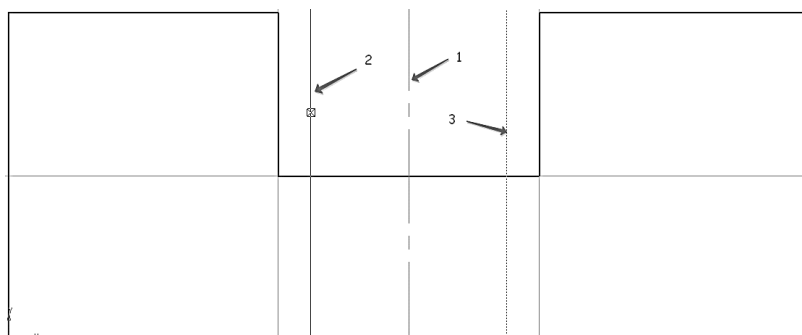

Рис. 102. Построение вспомогательных параллельных прямых
6.1 Нажмите кнопку **Параллельная прямая** . Укажите курсором осевую линию в любой ее точке (1, рис. 102). Введите значение 12 мм и нажмите клавишу  $\langle Enter \rangle$  для его фиксации. Создайте оба варианта вспомогательных параллельных прямых (2 и 3, рис. 102).